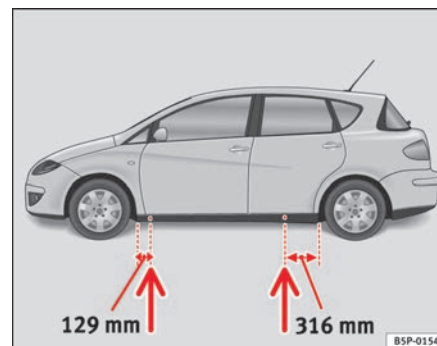

Fig. 176 Puntos de apoyo del gato
- Busque en el larguero inferior del vehículo el punto de apoyo mas cercano a la rueda pinchada ⇒ **página 254, fig. 176**
En el larguero inferior van marcados los lugares en los que se puede apoyar el gato ⇒ **página 254, fig. 176**. Se ha previsto un lugar para cada rueda. El gato no debe colocarse en otros lugares.